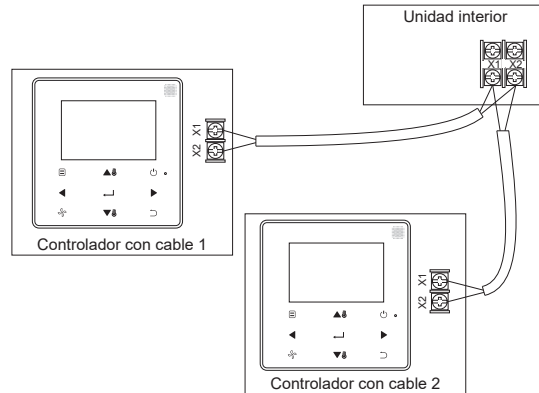

Figura 9
4. Para la IDU DC de 2ª generación, el controlador con cable principal/secundario se puede utilizar para permitir que dos controladores con cable controlen una IDU, y los controladores con cable se conectan a los puertos IDU X1 y X2 a través de los puertos X1 y X2. No hay polaridad entre X1 y X2. Vea la Figura 9